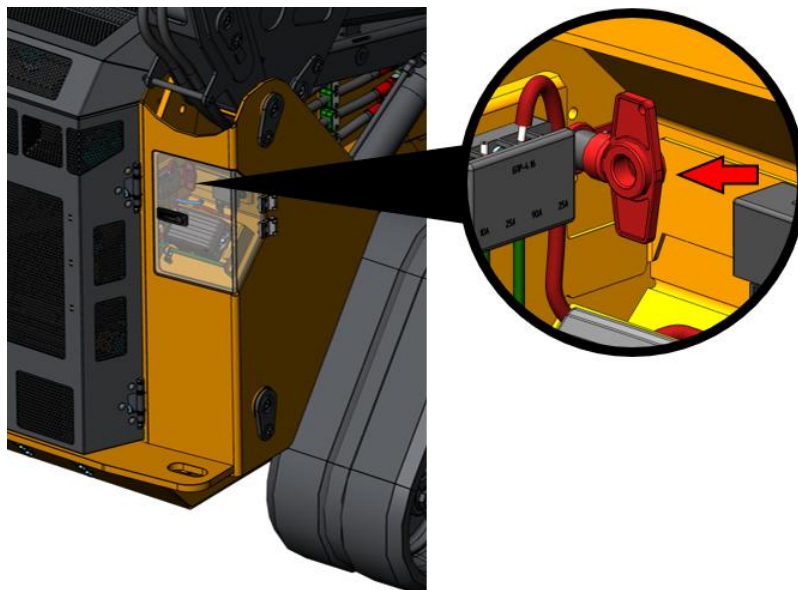

Рисунок 3.48. Главный выключатель АКБ
- Проверить включено питание или нет. Если питание выключено, включить его. Главный выключатель аккумуляторной батареи размещен в заднем правом отсеке машины, см. рис. 3.48.